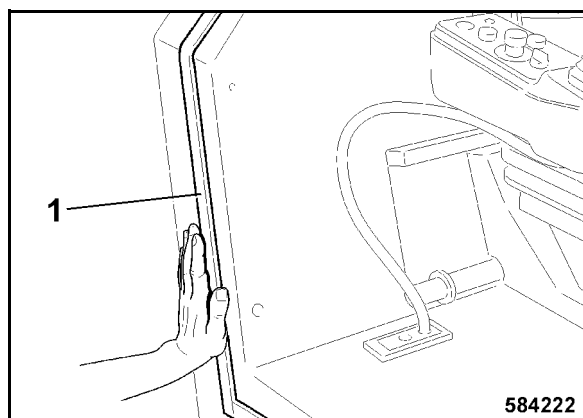

fig. 169
- Coller la bande d'étanchéité fournie 1 (fig. 169) sur le bord du poste de conduite.